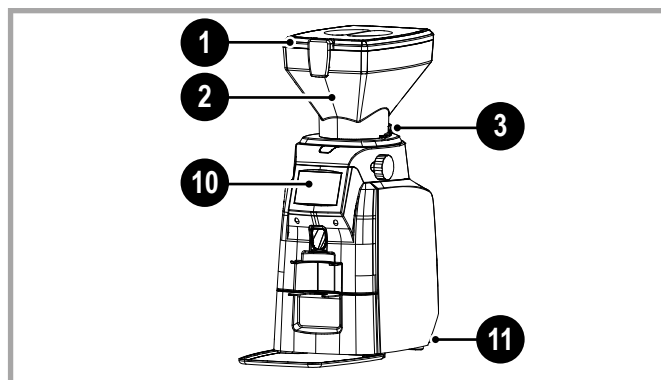

Fig. 6.1 - Messa in funzione giornaliera
Per la messa in funzione giornaliera, vedere Fig. 6.1.
- Avviare l'apparecchio posizionando l'interruttore (11 - Fig. 6.1) in posizione "1".
- All'accensione del macinadosatore sul display (10 - Fig. 6.1), viene visualizzata l'icona del brand e successivamente la schermata principale.
- Al termine dell'attività giornaliera, spegnere l'apparecchio portando l'interruttore generale (11 - Fig. 6.1) sulla posizione "0".
- Controllare che la tramoggia (2 - Fig. 6.1) sia perfettamente posizionata sul macinadosatore.
- Sollevare il coperchio (1 - Fig. 6.1), quindi riempire la tramoggia con il caffè in grani.
- Verificare la completa apertura della serranda (3 - Fig. 6.1), tirandola verso l'esterno.
All'indice granulometrico si accede anche premendo l'apposita barra (vedere 5 - Fig. 6.1).